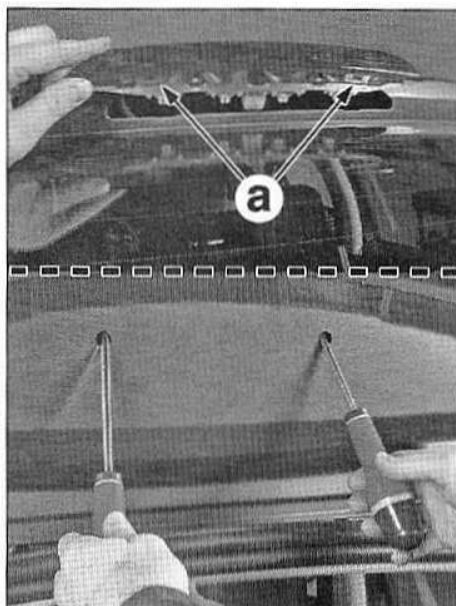

FIG.58
- A l'aide de tournevis plat inséré dans les orifices, dégraffer le 3^e feu stop en (a) (Fig.58).